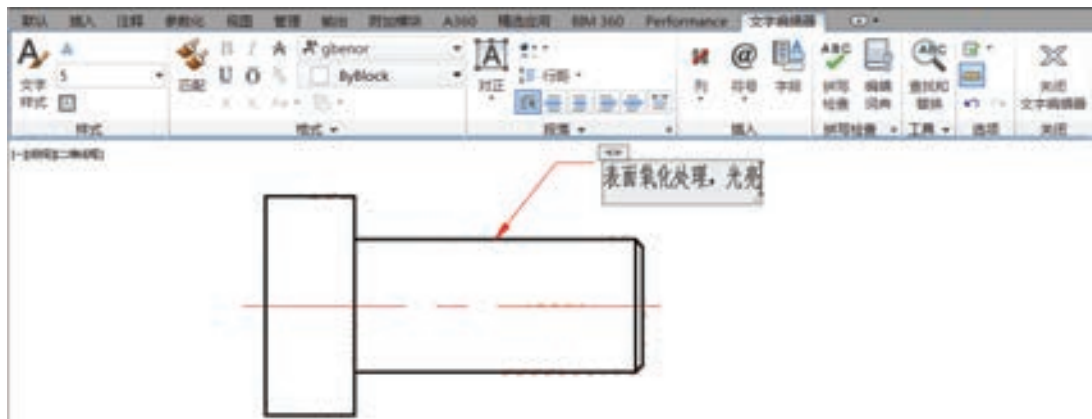

图 5-48 输入注释文本
3) 此时, 功能区出现“文字编辑器”上下文选项卡, 同时在引线末端出现一个文本输入框, 在“文字编辑器”上下文选项卡中设置好文字样式、字高等内容后, 在文本输入框中输入“表面氧化处理, 光亮”, 如图 5-48 所示。